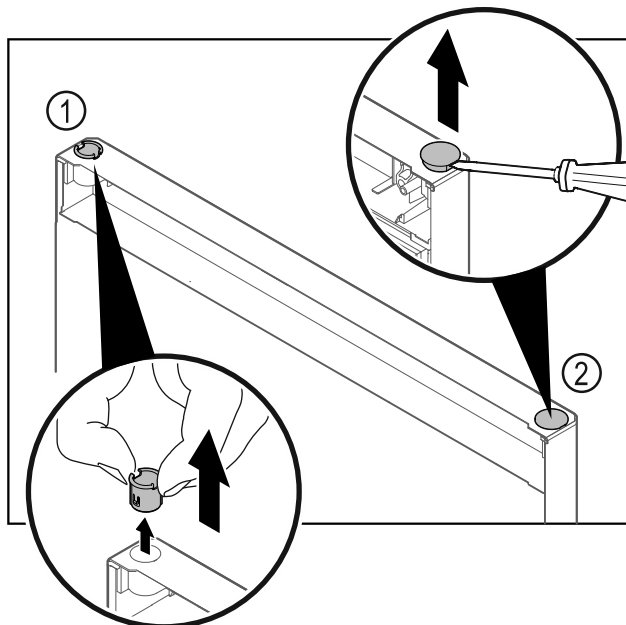

Fig. 27 Врата на хладилната част
- ▶ Изтеглете с пръсти втулката на пантата Fig. 27 (1).
- ▶ С плоска отвертка внимателно повдигнете покривачата тапа Fig. 27 (2) и я извадете.